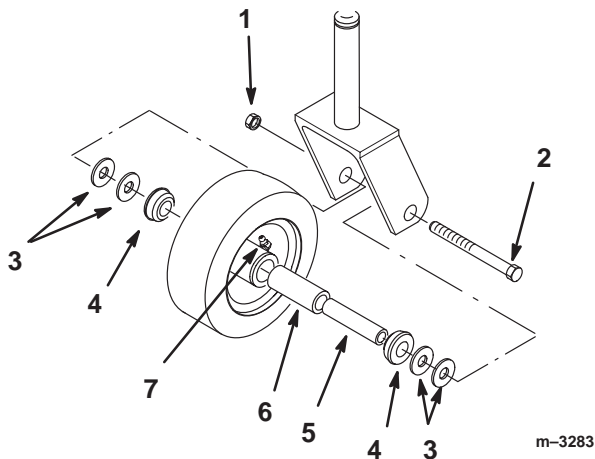

Bild 77
1. Entfernen Sie die Sicherungsmutter und die Radschraube, die das Laufrad mit der Gabel verbindet (Bild 77).
2. Entfernen Sie die Scheibe und Büchse; ziehen Sie dann die Spannbüchse und Rollenlager aus der Radnabe heraus (Bild 77).
3. Entfernen Sie die andere Büchse aus der Radnabe und entfernen Fett- und Schmutzrückstände aus der Nabe (Bild 77).
4. Prüfen Sie das Rollenlager, die Büchsen, die Spannbüchse und die Innenseite der Radnabe auf Abnutzung. Tauschen Sie abgenutzte und beschädigte Teile aus (Bild 77).
5. Stecken Sie zum Zusammenbauen eine Büchse in die Radnabe. Fetten Sie das Rollenlager und die Spannbüchse ein und schieben beide in die Radnabe. Stecken Sie die zweite Büchse in die Radnabe (Bild 77).
6. Bringen Sie das Laufrad in der Laufradgabel an und sichern es mit der Radschraube und Sicherungsmutter ab. Ziehen Sie die Sicherungsmutter so weit fest, dass die Spannbüchse auf die Innenseite der Laufradgabeln trifft (Bild 77).